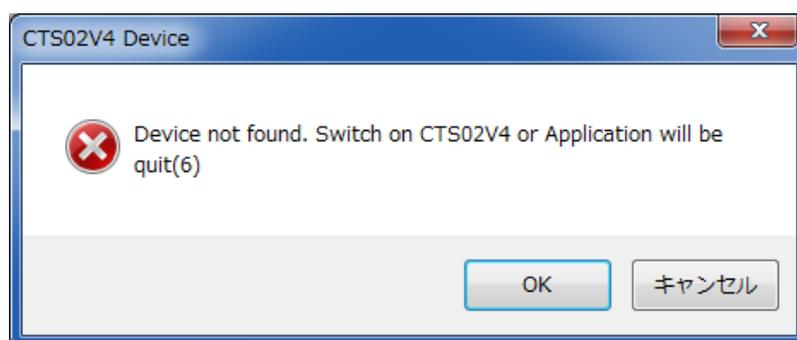

図 4-6 警告ダイアログ
- 下記に示す警告ダイアログ(図 4-6)が表示されます。
- キャンセルを押すと、初期画面が少し変わり、右端「SET UP CTS-02V4」リスト内に【Connect to CTS02V4】⑧というボタンが表示されます。